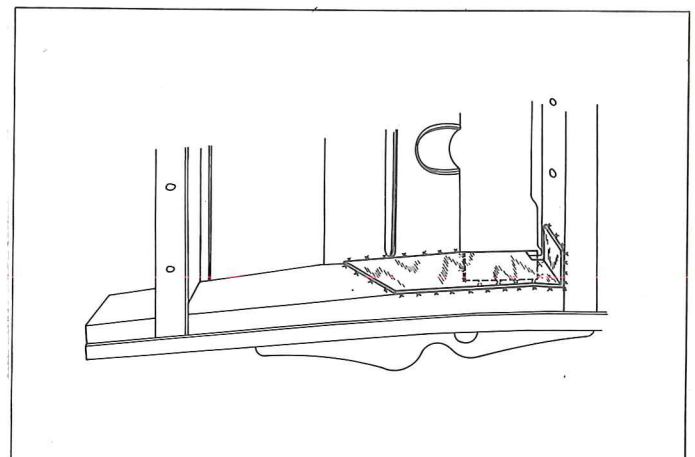

Fig. 4
5. Faire la même opération pour les renforts intérieurs (voir fig. 4).